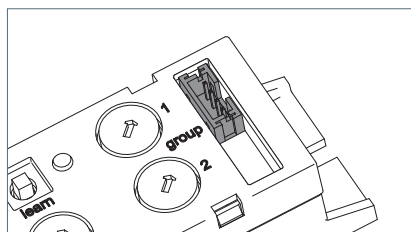

Fig. 7: Interfaccia Unità di controllo del modulo.
- ▶ Collegare un'estremità del cavo di collegamento all'interfaccia "Unità di controllo del modulo" sul modulo, vedi Fig. 7.